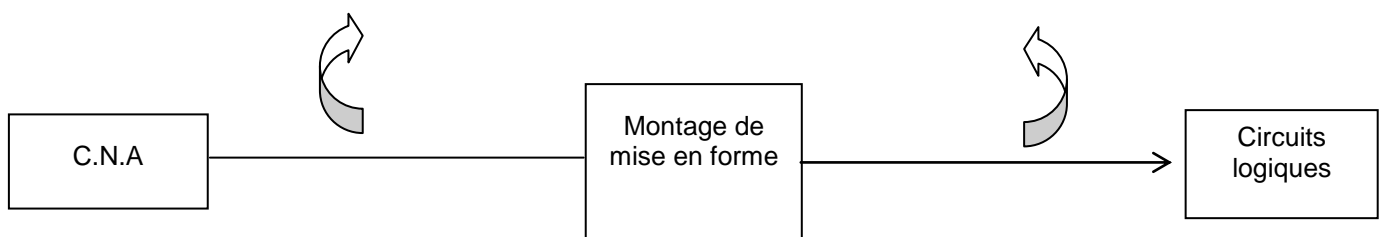

Figure 3
**A.1.4.** Le montage représenté en **figure 2** du **document annexe 1**, placé en sortie du C.N.A., va permettre de transformer la caractéristique de transfert. L'amplificateur opérationnel est alimenté en [+ 15 V ; - 15 V]. La **figure 3** montre la transformation que réalise ce montage.